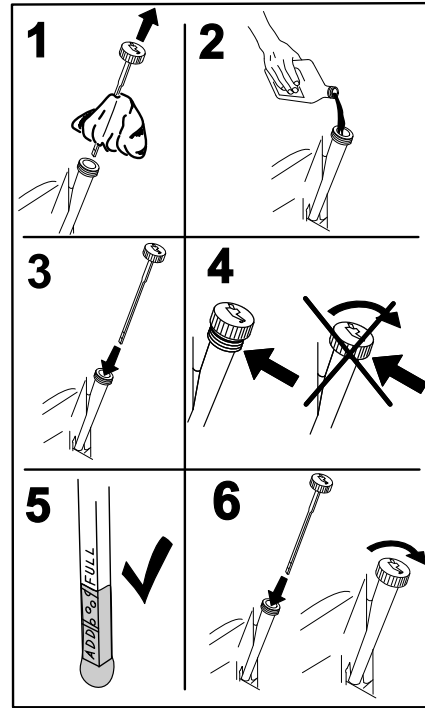

Figure 40
4. Versez lentement environ 80% de l'huile spécifiée dans le tube de remplissage puis faites l'appoint lentement jusqu'à ce que le niveau atteigne le repère du plein (Full) (Figure 40).